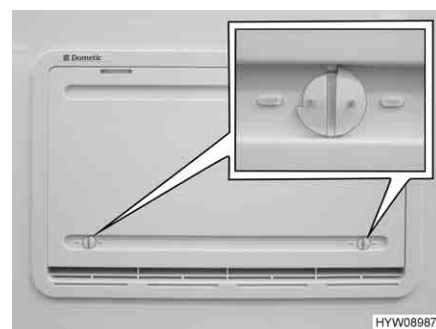

Fig. 138 Copertura invernale
Le coperture invernali (Fig. 138) proteggono il gruppo frigorifero dall'aria fredda. Posizionare le coperture invernali davanti a entrambe le griglie di aerazione quando la temperatura esterna scende al di sotto di +10 °C (sia per funzionamento elettrico che a gas).
- Aprire entrambi i bloccaggi (Fig. 138), la scanalatura risulterà orizzontale.